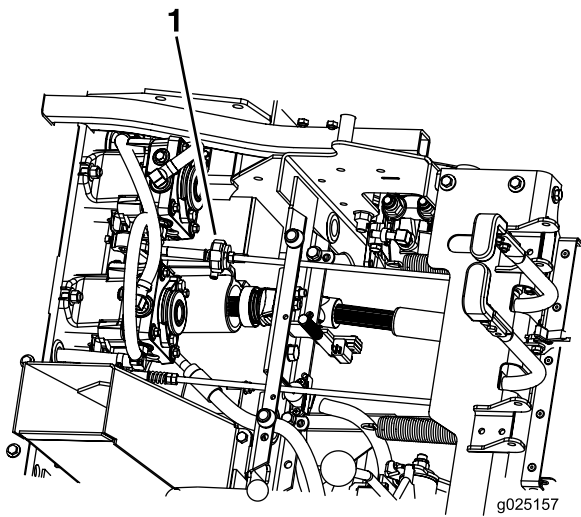

Figure 52
7. Vérifiez que la machine ne se déplace pas au point mort quand le frein de stationnement est desserré (Figure 52).